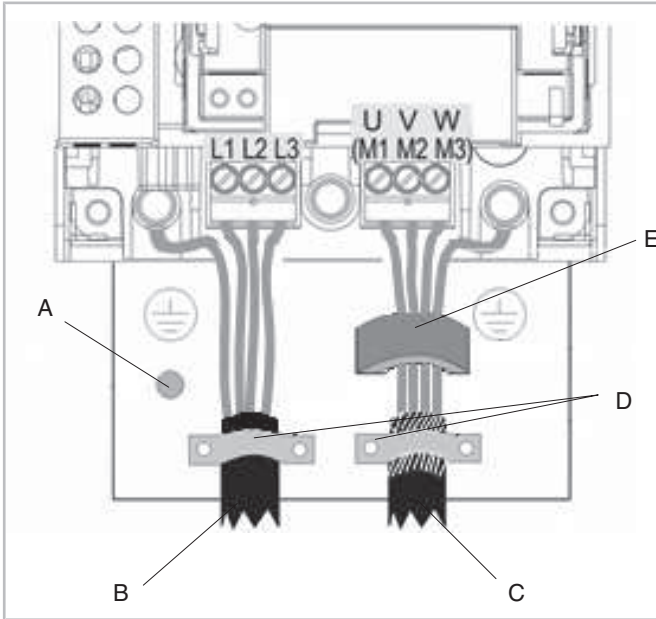

Abb. 10: Leistungsanschlüsse (Stromkabel und Motorkabel) mit Halterung
Die Halterungen für die Leistungs- und Steuerkabel werden standardmäßig als Beipack mitgeliefert und müssen zusammen mit dem Ferritkern bzw. den Ferritkernen (siehe Abbildung 10, Seite 17) bis VARIPACK Gehäusegröße FJU+145 montiert werden um die EMV-Klasse C2 zu erreichen.
Grafische Erklärungen siehe Abbildung 10, Seite 17.
- Stromkabel und Motorkabel durch die vorgesehenen Kabeleingänge unter den Kabelschellen in den VARIPACK Frequenzumrichter führen (siehe Abbildung 10, Seite 17) und Leistungsklemmen anschließen. Anzugsmomente der Klemmen beachten (siehe Tabelle 3, Seite 15).